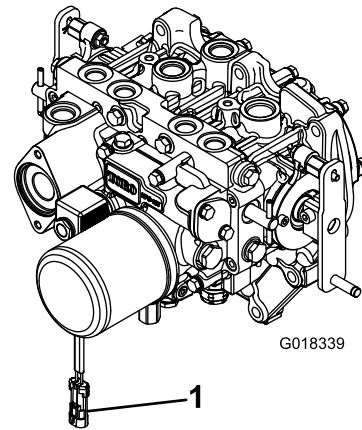

Bild 3
2. Schließen Sie den Kabelbaumanschluss vom Stromspulenventilspulenanschluss der Zapfwelle ab (Bild 3).
- 8. Wenn Sie das andere Ende der Antriebswelle an der Getriebewelle des Anbaugeräts befestigt haben, schließen Sie den Kabelbaumanschluss am Stromspulenventilspulenanschluss der Zapfwelle an (Bild 3).